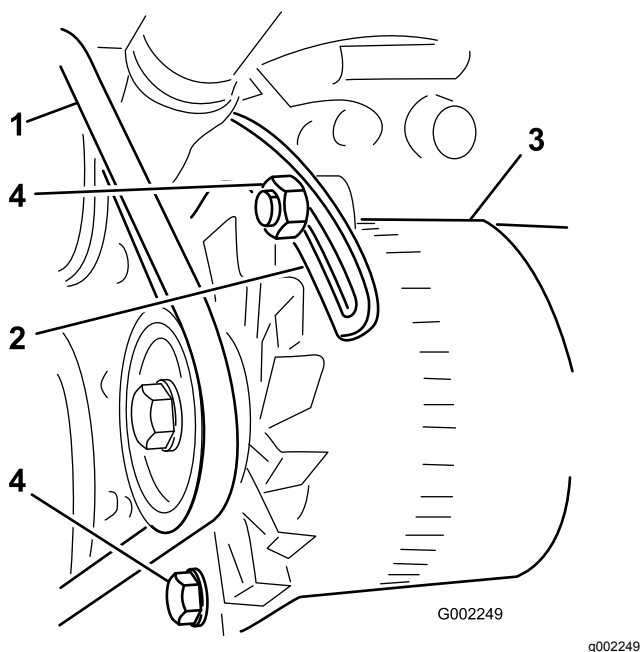

図 85
3. プレースをエンジンに固定しているボルト、およびオルタネータをプレースに固定しているボルトをゆるめる (図 85)。